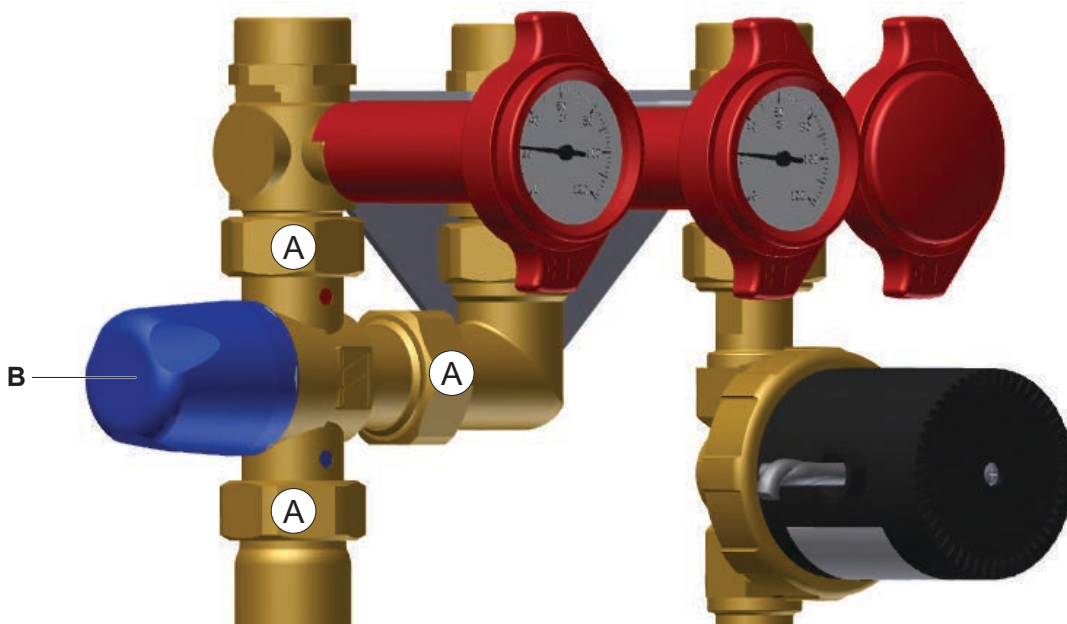

Abb. 6: Thermostatisches Mischventil demontieren
- Setzen Sie das thermostatische Mischventil (Pos. B, siehe Abb. 6 auf Seite 14) ein und ziehen Sie die Muttern (Pos. A, siehe Abb. 6 auf Seite 14) fest (Anzugsmomente siehe „Technische Daten“ auf Seite 16).